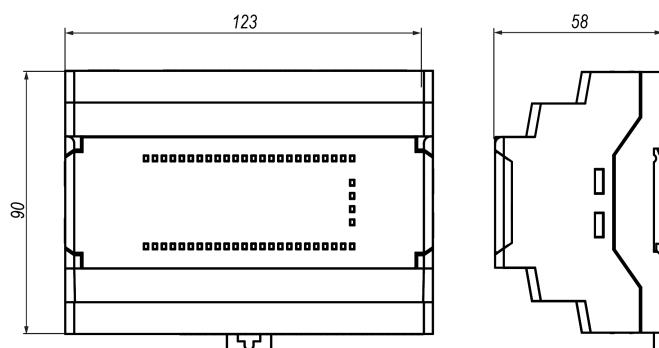

Рисунок 5.1 – Габаритные размеры прибора
- Подготовить на DIN-рейке место для установки прибора в соответствии с размерами прибора (см. рисунок 5.1).